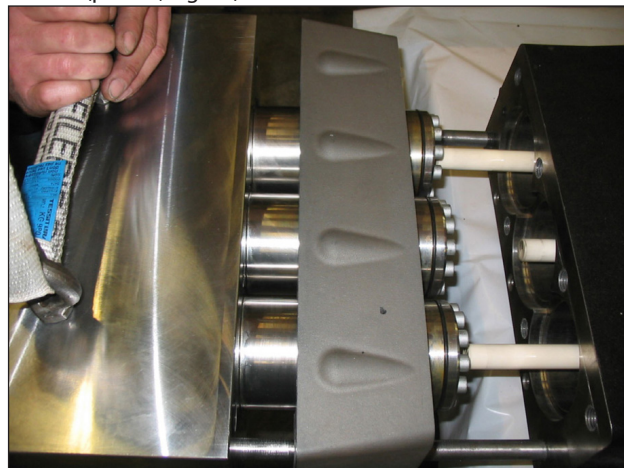

Fig. 97
Separe o cabeçote e o espaçador para camisas do carter da bomba (pos. ①, Fig. 97).